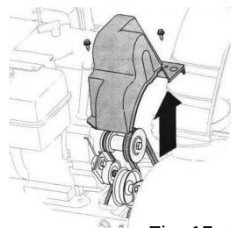

Fig. 15
1. Îndepărtați capacul curelei din partea din față a motorului deșurubând cele două șuruburi pentru tablă. Vezi Fig. 15.